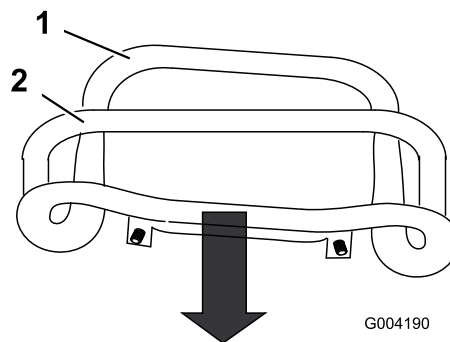

Figura 53
3. Tirare all'indietro il comando della trazione, spostandolo con un movimento rettilineo, in modo che la parte anteriore del comando venga a contatto con la barra di riferimento (Figura 53).